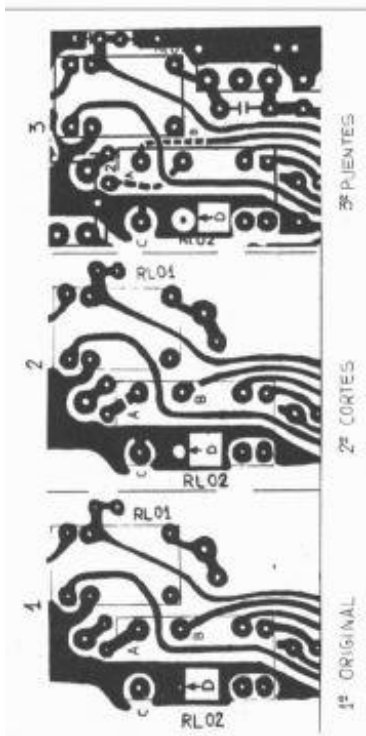

Figura 2 (1-2-3 Proceso): REFORMA EN LAS PISTAS R.F. UNIT PB2342A PARA RELE OMRON G6A 234 P
El último relé y más conflictivo que aún nos queda en la placa RF unit RL. 1002 alargado, doble conmutado y que en su caperuza pone "DO 221 12v", se sustituye previa modificación por el G 6 A 234 P 12v DC. Dicha modificación, en teoría, consiste en adaptar el conexionado interno del relé de origen al relé sustitutorio, pues éste tiene sus conexiones normalizadas y el de origen, no. Para efectuar todos estos pasos habrá que leer y comprender los dibujos de la figura 2, además de observar la adaptación de un "ZOCALO" circuito integrado para no complicar excesivamente todo el conexionado de las modificaciones (figuras 4 y 5). Una vez comprendamos todo el proceso, nos dispondremos a quitar el defectuoso desoldándolo de su lugar y siguiendo este orden:
A) Modificación pistas en circuito impreso, figura 2 (apartados 1, 2 y 3) compuesto de original, cortes A-B, puentes A-B-C y agujerear el punto D.
C) Introduciremos el zócalo en el lugar que ocupa el relé original, de tal manera que la ranura del zócalo quede mirando al condensador C-22 y al transformador T-04, con lo cual la patilla 2 del zócalo se introducirá en el punto A (figura 2, apartado 3) y la patilla 13 en el punto D. Forzosamente todos los puntos de unión zócalo-circuito impreso estarán exactos en sus correspondientes conexiones, procediendo entonces a la soldadura de éstas.